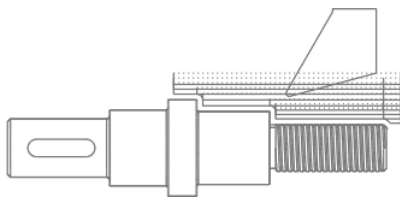
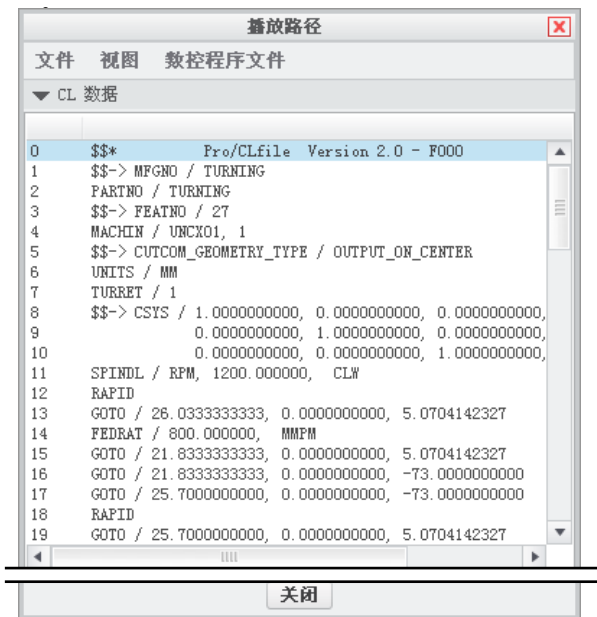

图 10.3.14 刀具行走路径
图 10.3.15 查看 CL 数据
Step2. 单击“播放路径”对话框中的  按钮, 观测刀具的行走路线, 结果如图 10.3.14 所示; 单击 **CL 数据** 栏打开窗口查看生成的 CL 数据, 如图 10.3.15 所示。